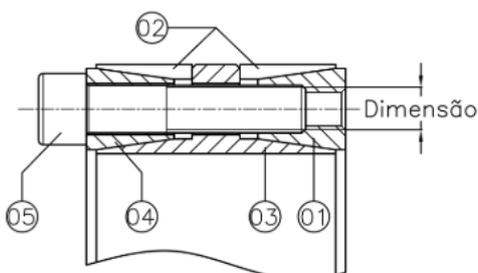

Fig.1
- II. É recomendado soltar todos os parafusos que por motivo de transporte encontram-se apertados no anel. Estes parafusos não necessitam ser retirados do conjunto, basta que estejam presos a poucos filetes da rosca do anel traseiro. (Fig 1)